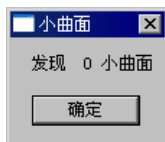

图 7.5.58 “小曲面”对话框
Step5. 单击  按钮应用设置参数，系统弹出图 7.5.58 所示的“小曲面”对话框。